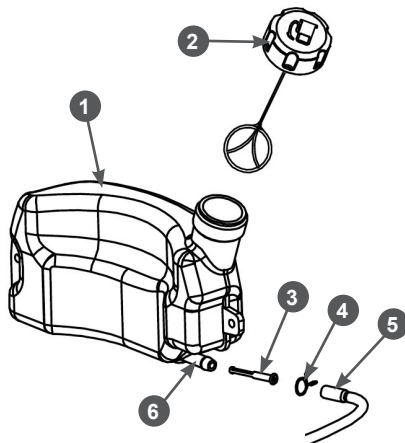

Рис. 24. Обслуживание топливного фильтра и топливного бака
2. Снимите хомут 4 топливного шланга и снимите шланг 5 со штуцера 6 топливного бака (Рис. 24).
4. Извлеките топливный фильтр 3 (Рис. 24). Проверьте его целостность и чистоту, при необходимости промойте чистым бензином или замените.